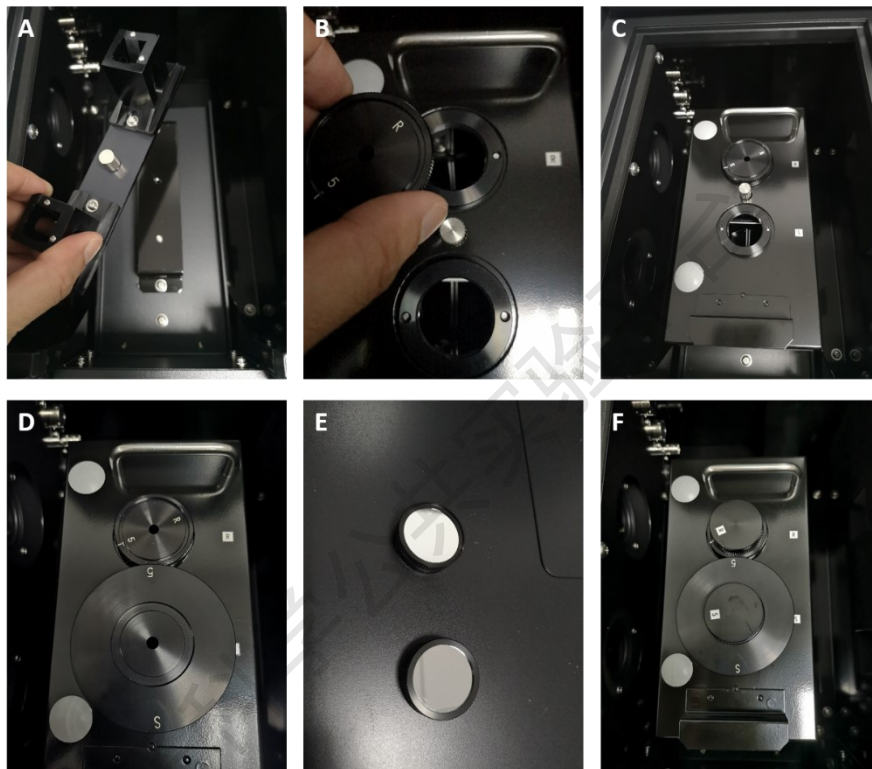

图 6-15 镜面反射测试附件安装
- （1）取下样品室的标准方形池支架（图 6-15 A），以定位针为基准安装镜面反射测定附件（R 端在样品室内侧，S 端在样品室的外侧），用固定螺丝进行紧固。
- （2）用螺丝将适合的样品台固定在对照侧和样品侧两个光路的样品台定位配件上（图 6-15 B-D）。
- （3）将图 6-15E 的反射基准镜镜面向下，分别安装到样品台上方（图 6-15 F），参比侧需要对齐反射镜 Assy 侧面的标记线和样品台的标记线